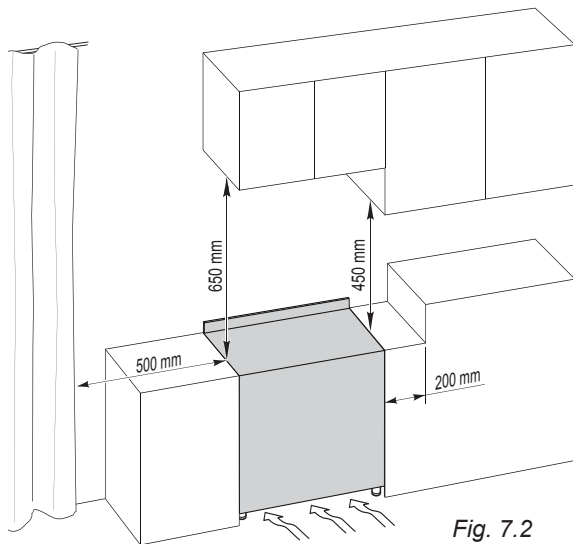

Fig. 7.2
■ Classe 2 ■ Sottoclasse 1 (fig. 7.2)